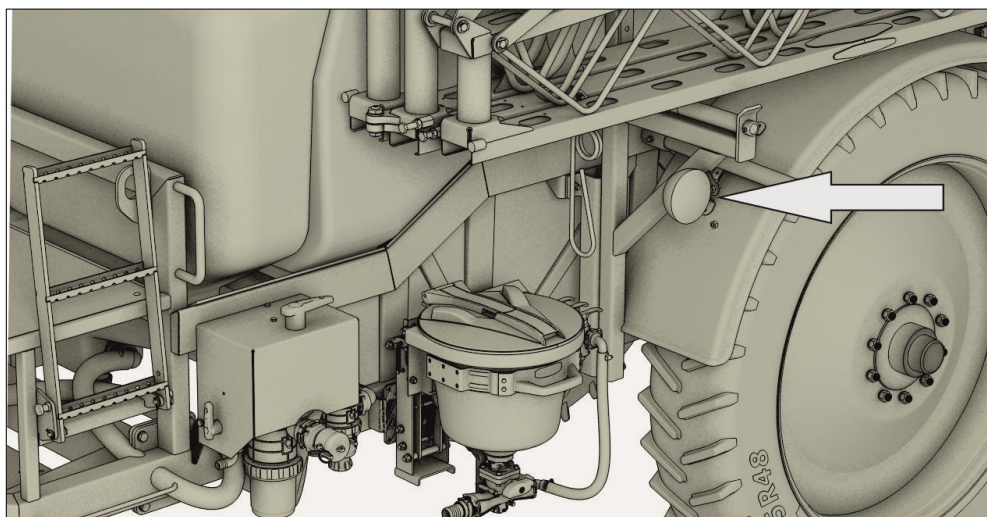

Рисунок 2.21
- фары для освещения штанги в ночное время суток (рисунок 2.21);